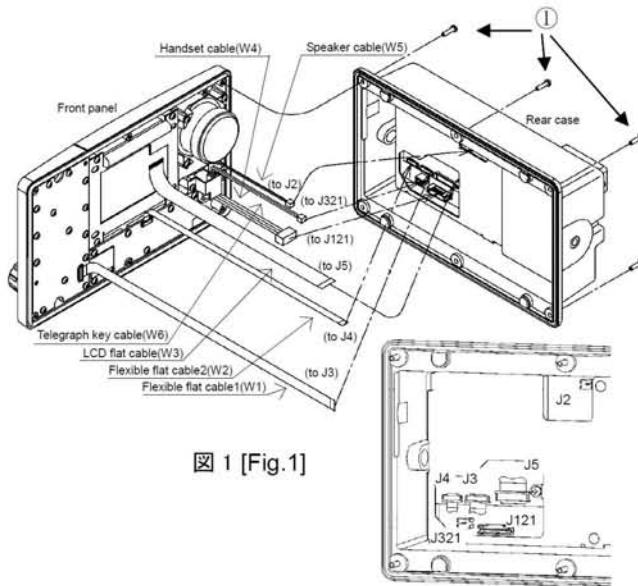

図 1 [Fig.1]
1. フロントパネルの外し方 (図 1)
Removing the Front Panel [Fig.1]